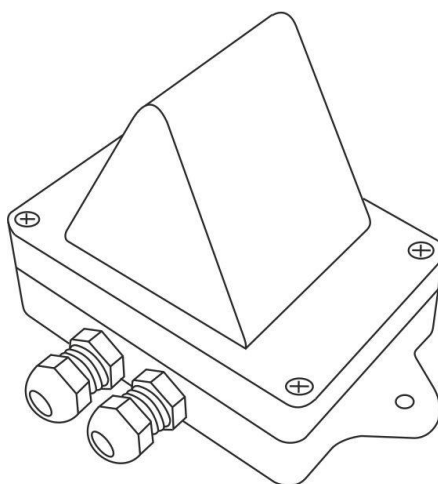

Рисунок 5.17. Сигнальная лампа GC-0611W3
1. Сигнальная лампа GC-0611W3 (рис.5.17). Сигнальная лампа имеет влагозащитность по группе IP56.